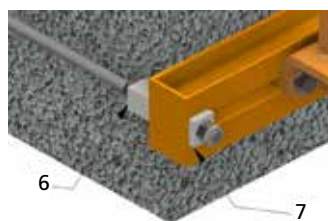

fig.40
5. Vérifier le positionnement correct des quatre tirants dans leurs étriers (fig. 40).